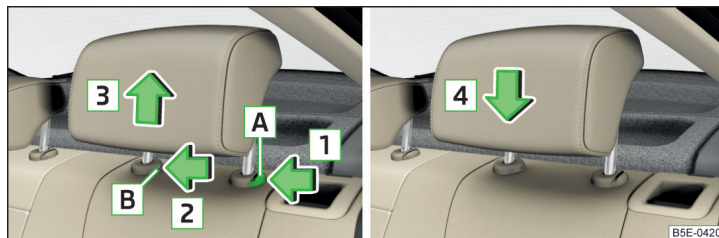

Fig. 75 Appuie-tête arrière : Démontage/montage
- Appuyez sur la touche de verrouillage **A** dans le sens de la flèche **1** » fig. 75, poussez en même temps dans le sens de la flèche **2** le verrouillage dans l'ouverture **B** au moyen d'un tournevis plat d'une épaisseur de 5 mm max.